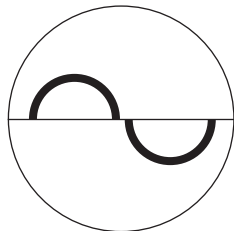

Figura 1: Imágenes semicirculares en el centro del campo de visión.
- Utilice la palanca de control de la lámpara de hendidura para hacer las correcciones necesarias hasta que se observe la superficie aplanada como dos superficies semicirculares de igual área en el centro del campo de visión. (Figura 1).